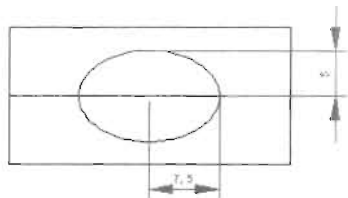

图 3-108
(3) 在命令行提示行中输入 Ellipse 命令，或单击“绘图”工具栏中的按钮，绘制一个长轴为 7.5，短轴为 5 的椭圆，如图 3-108 所示，命令执行过程如下。